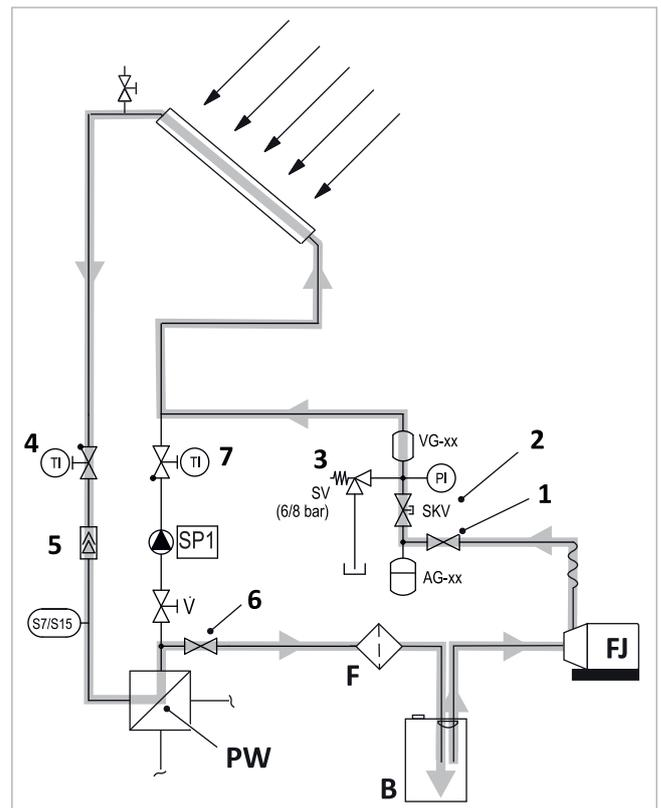

Abb. 11: Primärkreis: Spülen des Kollektorfeldes
Kollektorfeld spülen (→ Abb. 11)
Primärseite abdrücken (→ Abb. 11)
Primärkreis in Betrieb nehmen (vgl. → Abb. 11, S. 17)
- Nach Neubefüllung des Solarkreises wird es im laufenden Betrieb zu Ausgasungen kommen, die sich im Luftfang der Station → Abb. 11, S. 17 (7) sammeln. Diese Ausgasungen nehmen mit zunehmender Betriebsdauer ab. In den ersten Tagen nach Inbetriebnahme daher täglich und anschließend je nach abgeschiedener Luftmenge in größeren Abständen den Luftfang entlüften und den Anlagendruck kontrollieren.